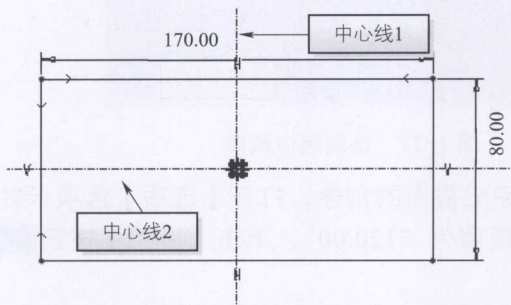

图 1-17 草绘截面
5) 单击【草绘】组中的【矩形】按钮，在界面中绘制长 170.00mm，宽 80.00mm 的矩形，如图 1-17 所示，在绘制矩形时系统会自动显示对称约束符号。为了使界面整洁，可单击界面上方【快速设置栏】中【基准显示过滤器】列表中的按钮，取消其在界面的显示状态，如图 1-18 所示。